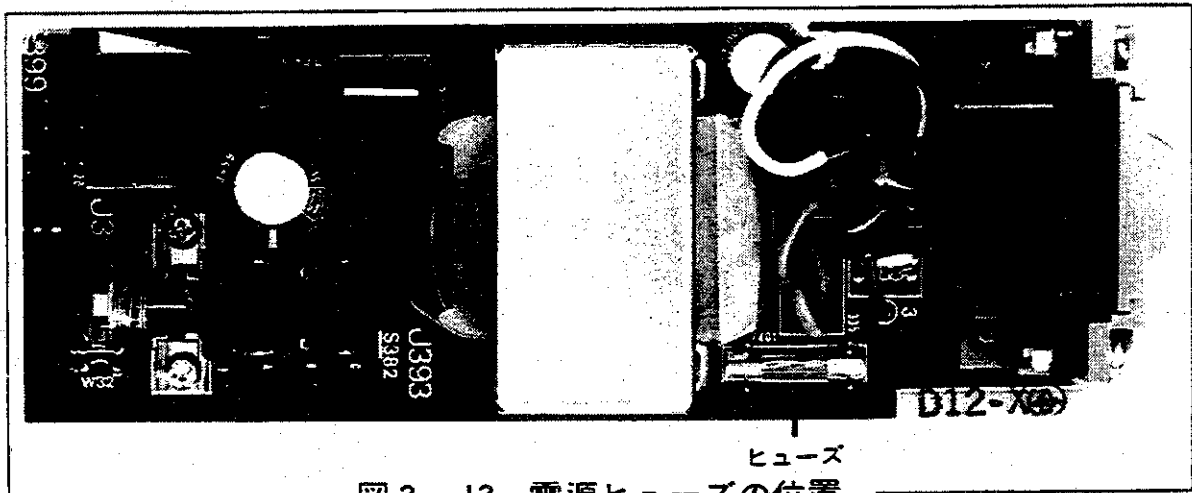

図3-13 電源ヒューズの位置
③ 電源ヒューズは、トランスの近くにありますが。(図3-13参照)